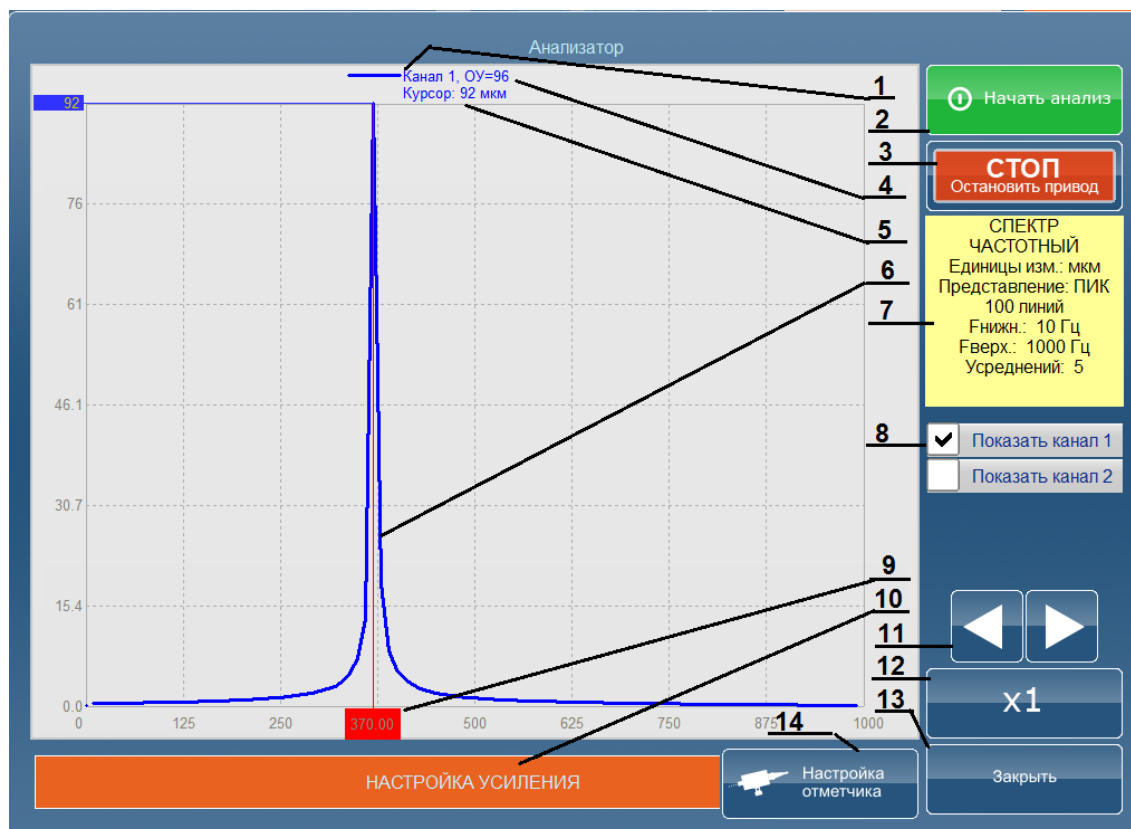

Рис.10.4.2
6. При использовании анализа сигнала с **вращением** привода станка для срочной остановки вращения привода в любой момент нажмите кнопку «СТОП. Остановить привод» (см.рис.10.4.2.поз.3.);
7. В зависимости от выполненных настроек измерения дождитесь завершения работы анализатора или остановите в любой момент сбор данных анализатором кнопкой «Начать анализ / СТОП. Остановить анализ» (см.рис.10.4.2.поз.2);
На рис.10.4.2 приводится пример назначения кнопок и полей окна «Анализатор» при анализе спектра. Назначения кнопок и полей окна «Анализатор» при анализе других типов замера аналогичны описанным ниже.